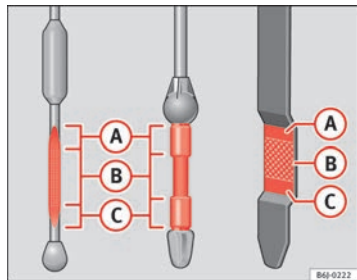

Fig. 144 Jauge d'huile moteur
- Puis retirez-la à nouveau et vérifiez le niveau d'huile ⇒ fig. 144. Faites l'appoint d'huile moteur si nécessaire.